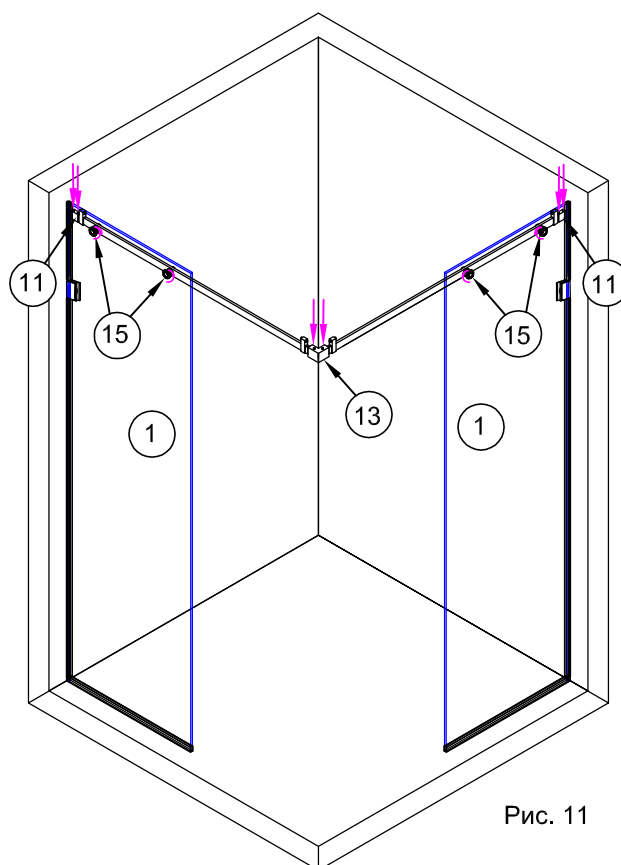

Рис. 11
3.8. Установить собранные рельсы шпильками креплений №15 в отверстия обеих панелей №1. Снаружи на шпильки креплений накрутить заглушки от креплений №15 (рис.11).
Надвинуть обоймы креплений №11 обоих рельсов на их фиксирующие бобышки. Затянуть все фиксирующие винты на соединителе №13 и креплениях рельс - стена №11 (рис.11).